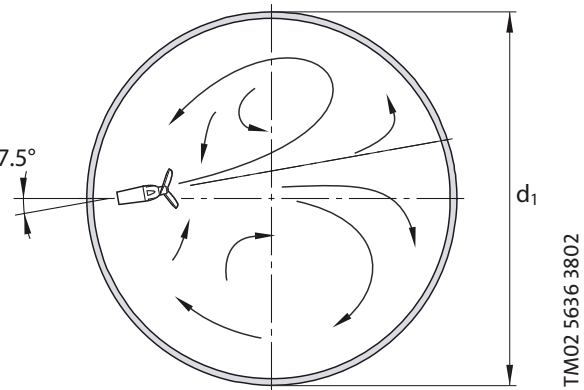

Рис. 15 Осаждаемые твёрдые частицы в цилиндрическом резервуаре перемешиваются с жидкостью.
- чтобы осаждаемые твёрдые частицы, если таковые имеются, перемешивались с жидкостью. См. рис. 15.